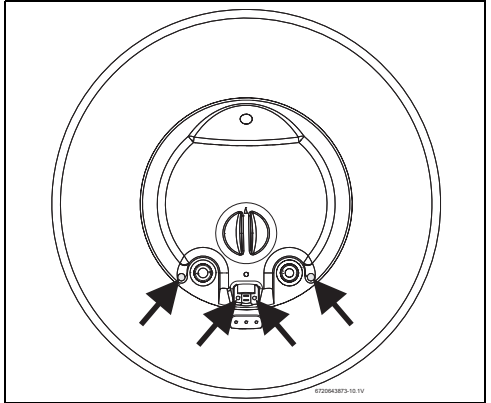

Fig. 13 Posición de los tornillos
- ▶ Retirar la tapa de plástico del termo eléctrico desapretando los 4 tornillos (Fig. 13).